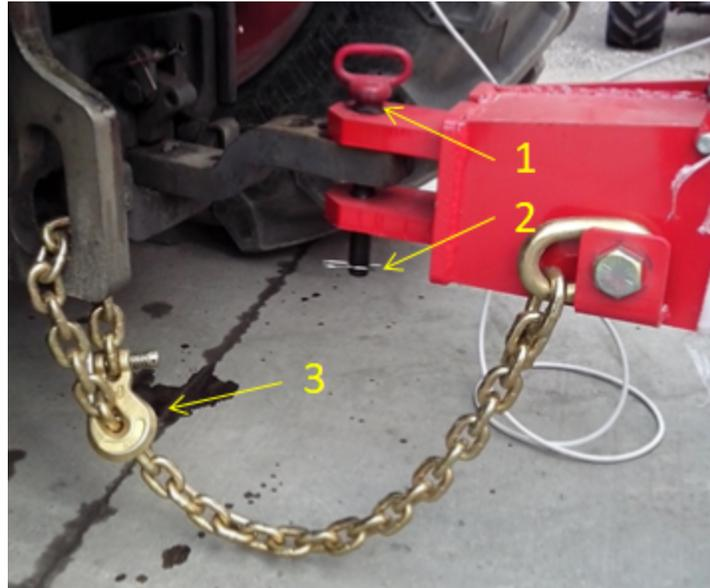

рисунок 8 — Сцепка с трактором
5. Достаньте шплинт из стопорного пальца, выньте стопорный палец и отсоедините страховочную цепь (рисунок 8).